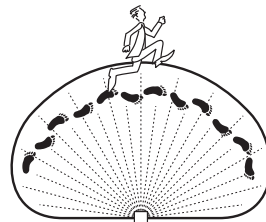

Figure 8
2. Déplacez-vous dans la zone de couverture, en remarquant l'endroit où vous trouvez lorsque la lumière s'allume. Le voyant DEL situé derrière la lentille du détecteur de mouvement deviendra également bleu lorsqu'un mouvement est détecté (voir la Figure 8). *Remarque*: le voyant DEL bleu s'éteindra une fois que le détecteur n'aura détecté aucun mouvement pendant 30 secondes.